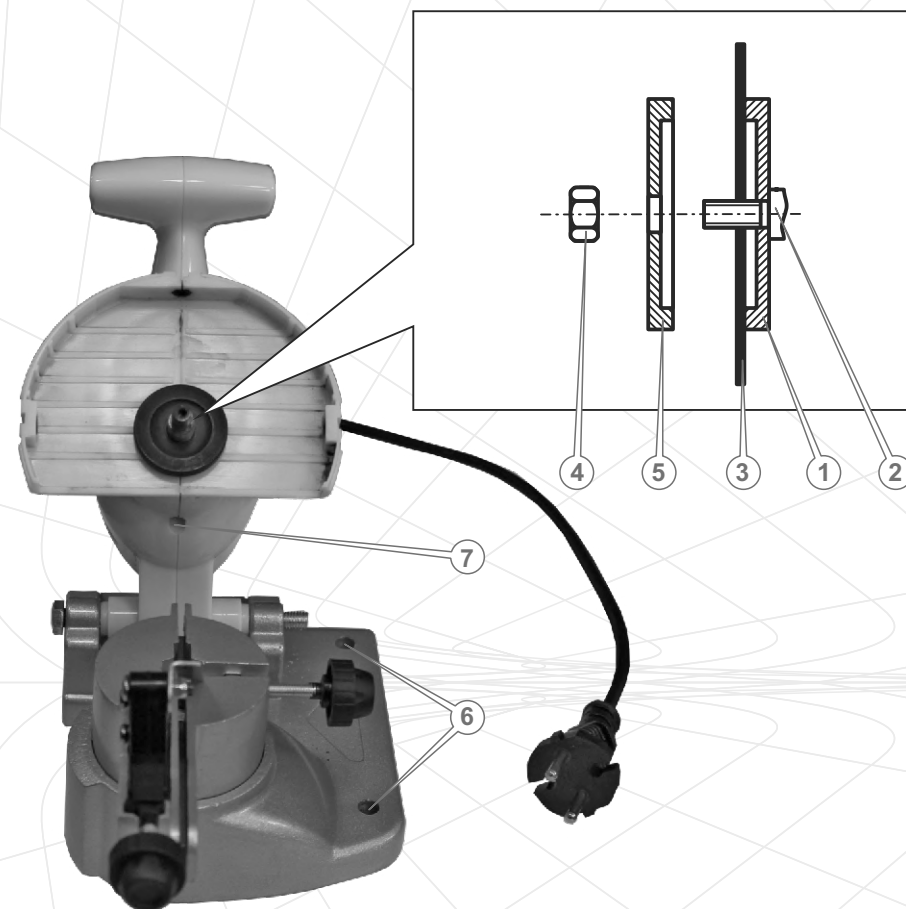

Рисунок 3
Установите изделие на жесткую ровную горизонтальную поверхность рабочего стола (верстака) таким образом, чтобы проем для цепи (17) (см. рис. 1) полностью выступал за пределы рабочего стола (верстака) и при этом было обеспечено максимальное удобство в работе. Надежно закрепите станину станка на рабочем столе (верстаке) болтами (в комплект поставки изделия не входят), используя монтажные отверстия (6) (см. рис. 3).
3. Наденьте на шпиндель (2) вала редуктора шайбу (1) (см. рис. 3).
4. Наденьте на шпиндель точильный диск (3) (см. рис. 3).
5. Наденьте на вал шайбу (5) (см. рис. 3).
6. Вставьте штифт (6) (см. рис. 2) в отверстие (7) (см. рис. 3) чтобы зафиксировать вал редуктора. Надежно удерживайте штифт одной рукой.
7. Закрепите точильный диск – надежно закрутите ключом прижимную гайку (4) (см. рис. 3) с размером «под ключ» S = 13 мм.